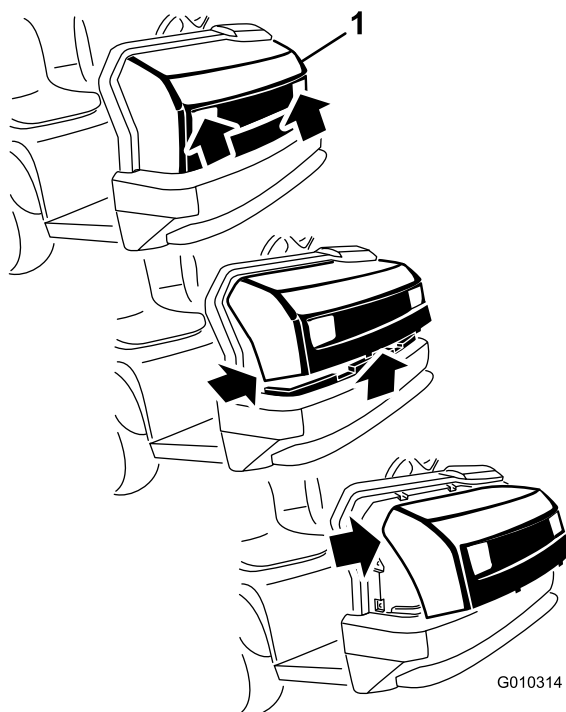

Рисунок 37
1. Удерживая колпак в проемах блок-фар, поднимите его вверх, чтобы вывести нижние монтажные лапки из пазов рамы (Рисунок 37).
2. Наклоните низ колпака вверх настолько, чтобы верхние монтажные лапки можно было извлекать из пазов рамы (Рисунок 37).
3. Наклоните верх капота вперед и отсоедините разъемы проводки от фар (Рисунок 37).